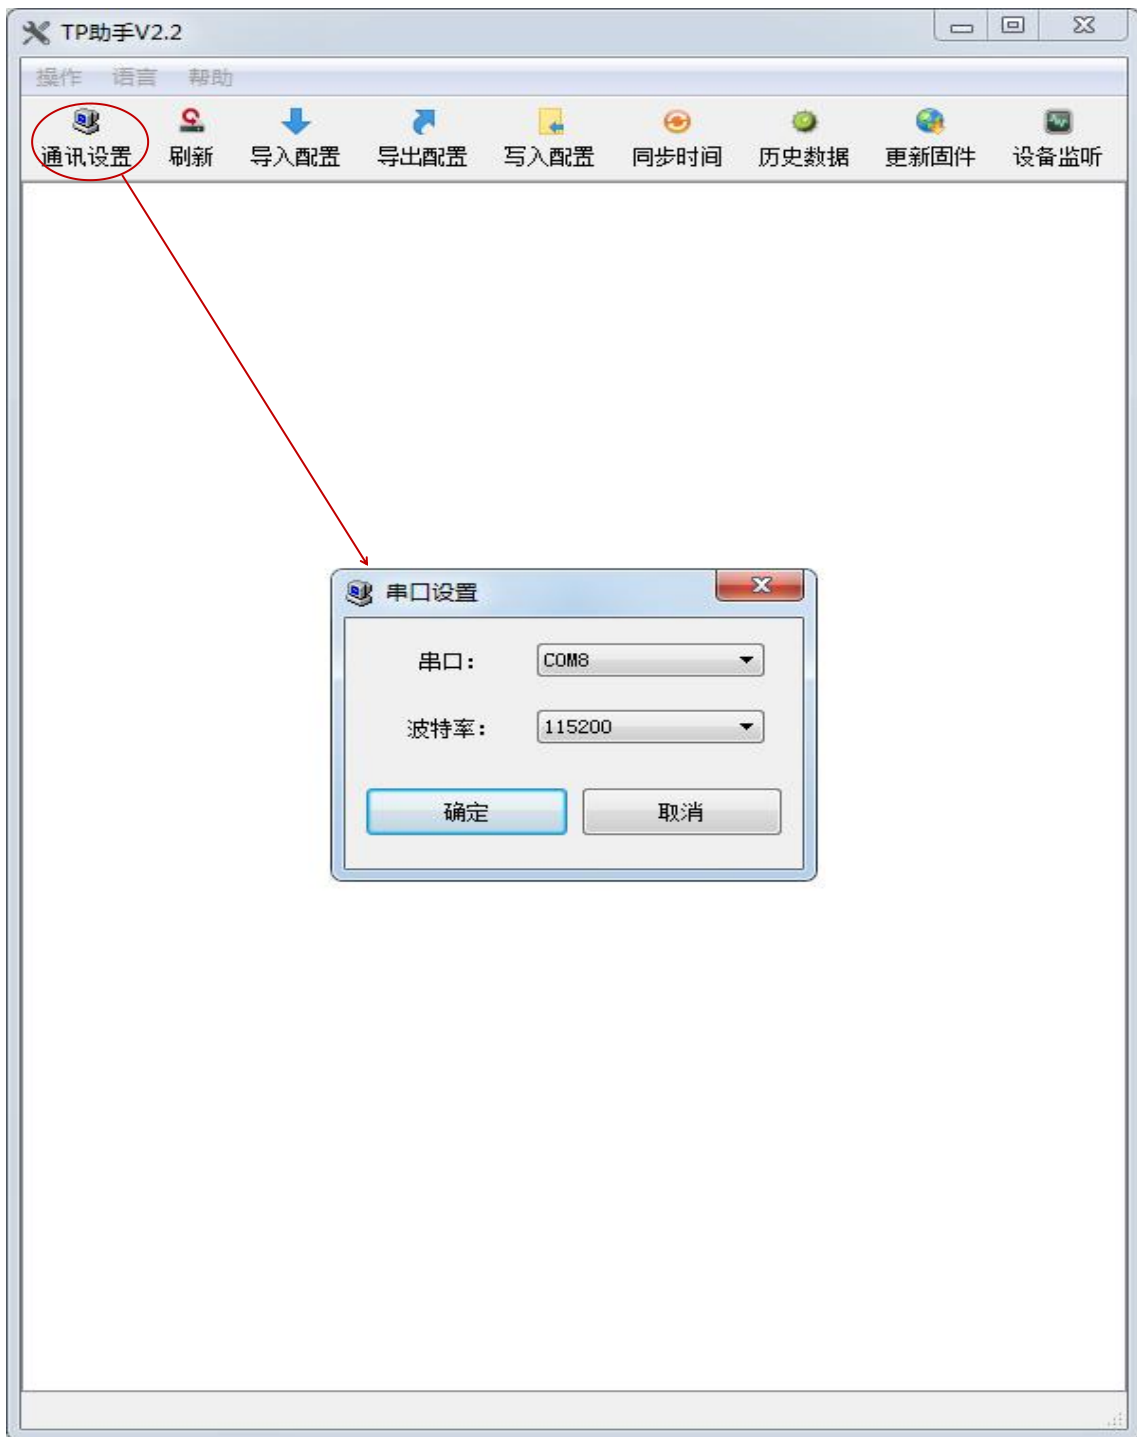

图2-5
2.2 打开配置工具，点击配置工具左侧第一项的通讯设置，出现串口设置弹窗。串口选择与CH340驱动对应的com口即com8口，USB口的通讯波特率为115200. 如图2-5所示：